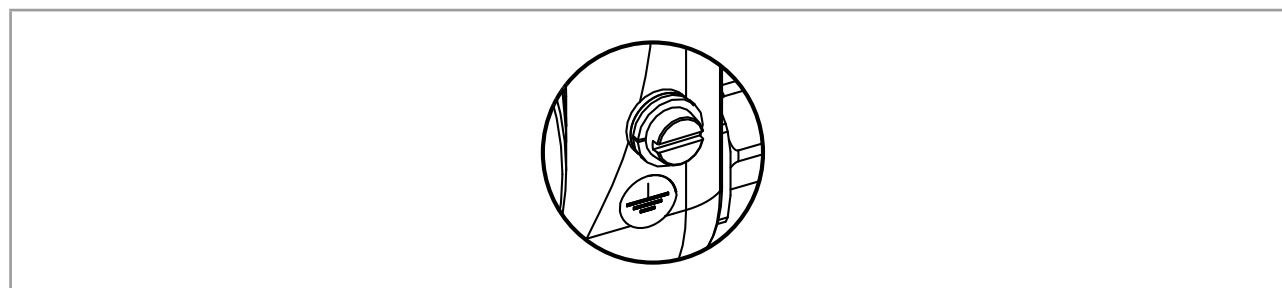

図 38: 装置外側の機能接地ねじ
- 機能接地導体を機能接地ねじに接続します。図 38を参照してください。